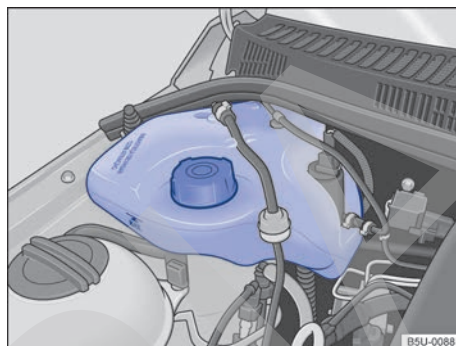

Fig. 128 En el compartimento del motor: depósito de gasolina para el sistema de arranque en frío.
El depósito de gasolina del sistema de arranque en frío se encuentra en el compartimento del motor, del lado derecho → fig. 128.
- Nunca sobrepasar la marca “MÁX” indicada en el depósito → fig. 128.